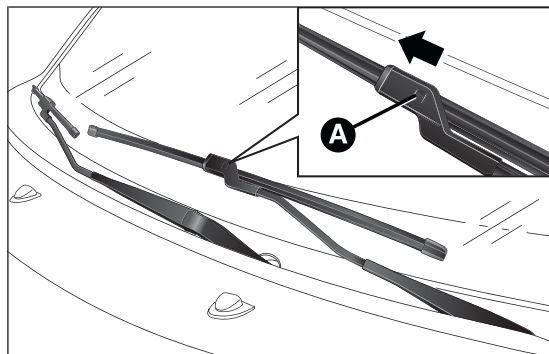

fig. 204
- ☐ sollevare il braccio del tergicristallo, premere la linguetta A fig. 204 della molla di aggancio ed estrarre la spazzola dal braccio;